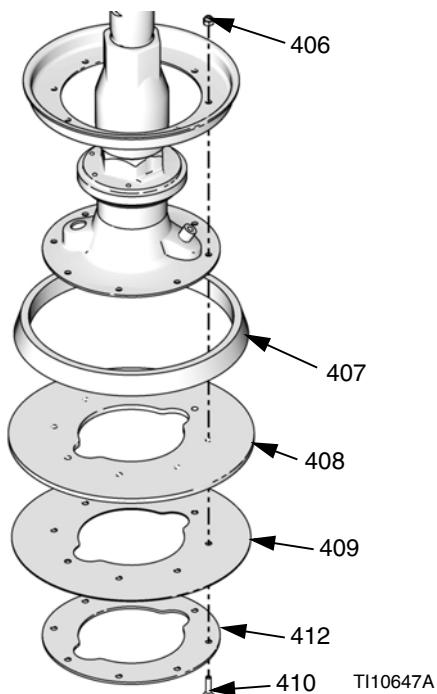
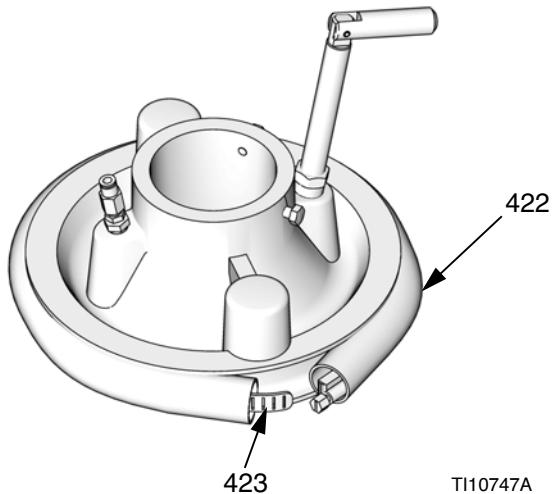

Рис. 14
Рис. 16
- Для плоских скребков см. Рис. 14:
- Удалите винты (410), гайки (406) и фиксатор (412).
- Разделите скребок (408), пластину скребка (409) и прокладку (407).
1. Для плоских скребков см. Рис. 14:
- a. Прикрепите скребок (408), пластину скребка (409), прокладку (407) и фиксатор (412) с помощью винтов (410) и гаек (406).
- b. Не перетягивайте винты (410) во избежание деформации пластины скребка (409).
3. Только для бандажных скребков 255659 см. Рис. 16:
- a. Навинтите червячную передачу (423) в новый скребок (422).
- b. Вставьте конец ремня в зажим (423) и затяните.
- c. С помощью резинового молотка уплотните скребок (422) вокруг пластины (414) до тех пор, пока концы скребка не будут плотно совмещены.
- d. Нанесите смазку на скребок (422). Используйте смазку, совместимую с материалом для прокачки. За информацией обращайтесь к поставщику материала.